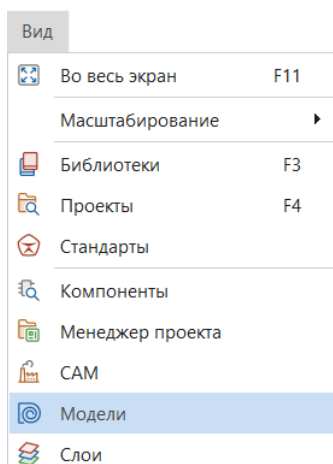

Рис. 33 Вызов панели «Модели» из главного меню «Вид»
1. Через главное меню «Вид» → «Модели», см. Рис. 33.